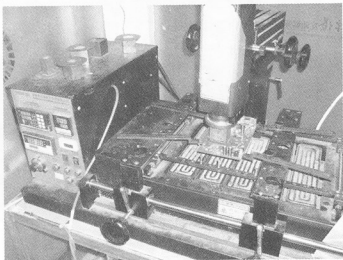

图 5-81 固定显卡
(4) PCI-E 显卡容易发生空焊, 那就先给它加焊吧。送到返修台固定起来就开始焊接了, 如图 5-81 所示。